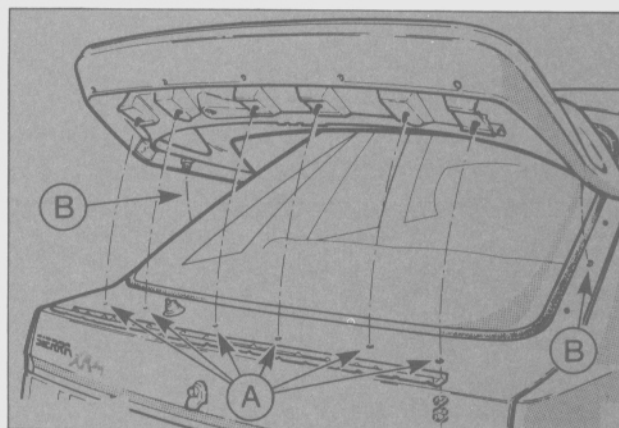

Fig. 50 - Fijación del deflector a la puerta.
- Retirar las seis tuercas y arandelas inferiores de fijación del deflector a la puerta trasera (Fig. 50).
- Retirar los dos tornillos localizados lateralmente de su fijación al deflector (Figs. 50 y 51).